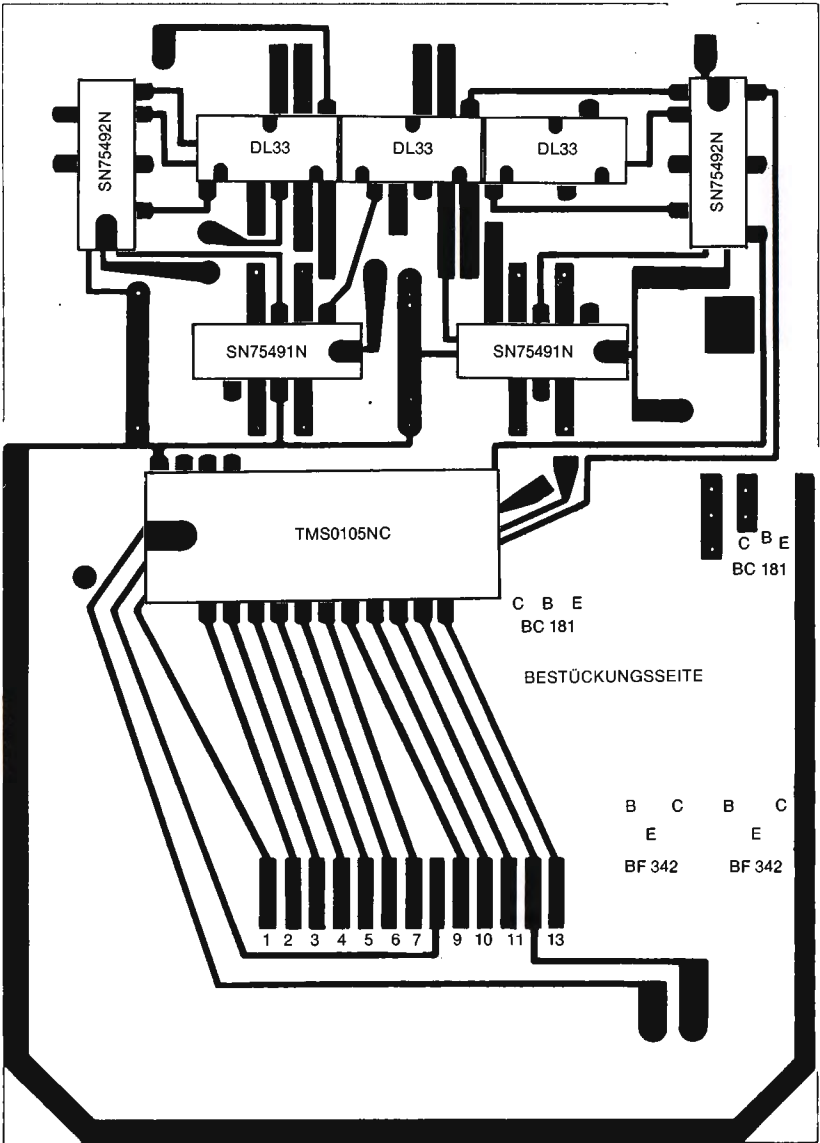

Abb. 8
Der MOS-Schaltkreis TMS 0105 NC wird deshalb schon bei der Lieferung mit seinen Anschlüssen in einen elektrisch leitenden Schaumstoff gesteckt. Die Bestückung erfolgt nach Abb. 8.
5. Die Anschlußstifte der Gallium-Arsenid Anzeige DL 33 sollten entsprechend der Abb. 9a abgebogen werden. Der Einbau in die Platine erfolgt entsprechend Abb. 8 und Abb. 9b.